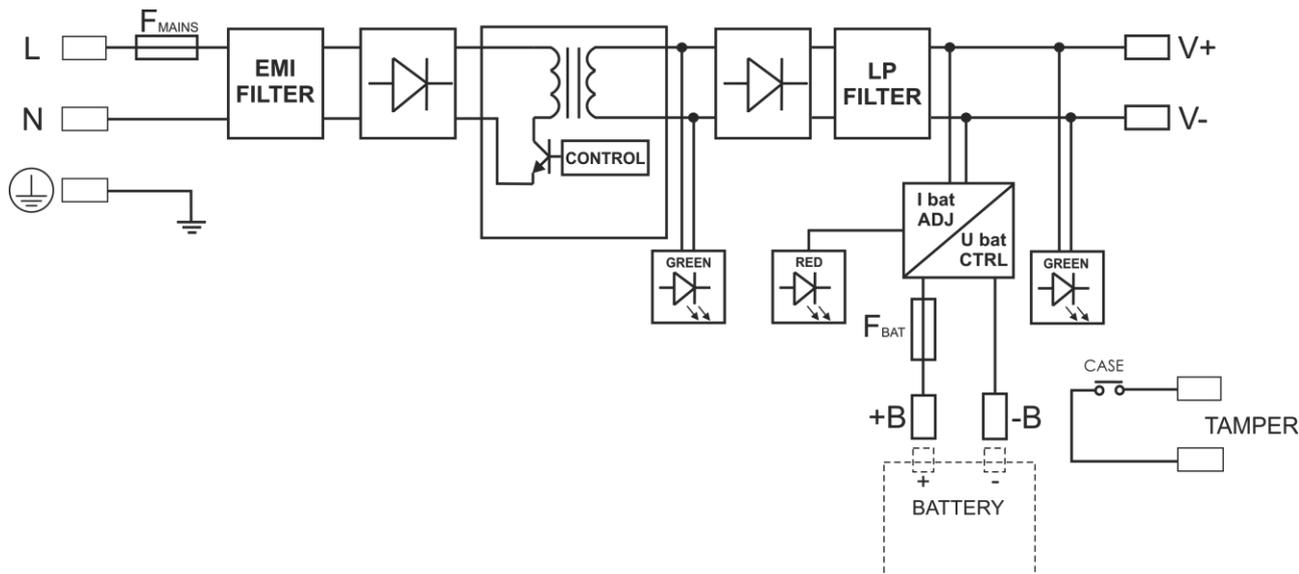

Fig.1. Diagrama de bloques de la fuente de alimentación.
1.2. Diagrama de bloques (rys.1).